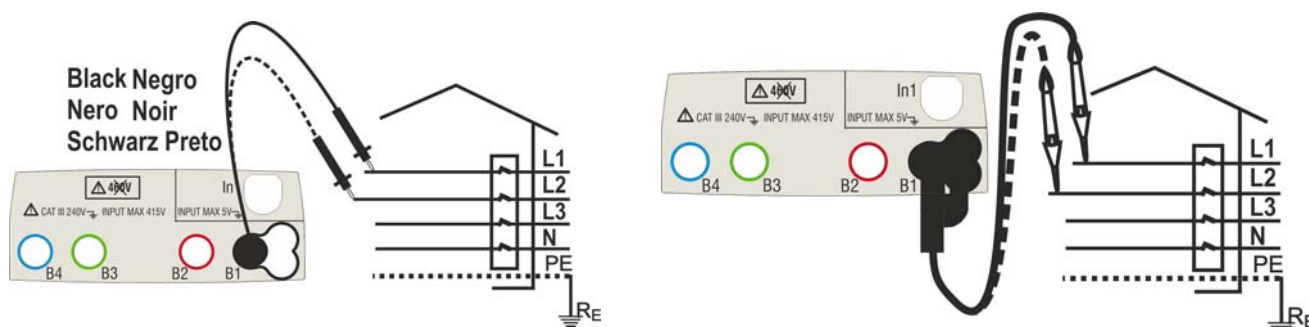
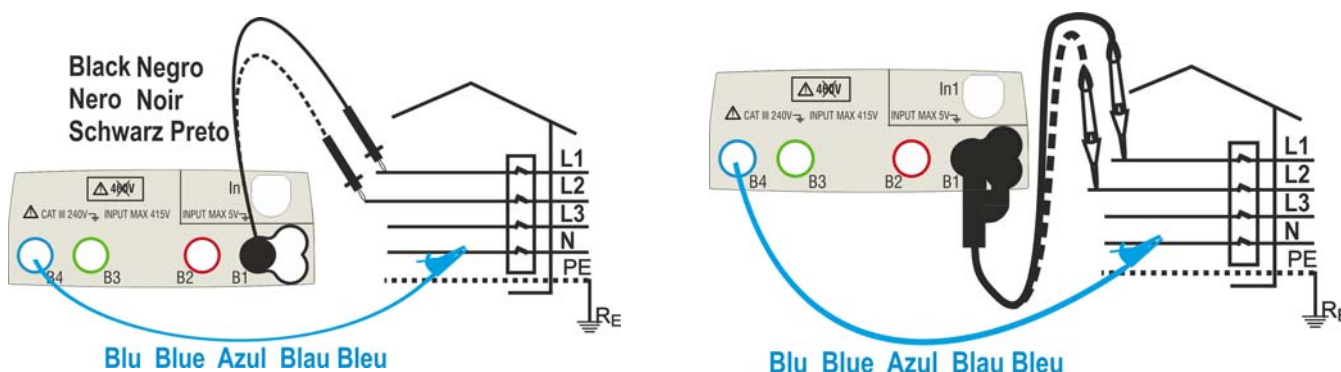

Fig. 22: Verifica del senso ciclico delle fasi 1T con terminale e puntale remoto
Fig. 23: Verifica del senso ciclico delle fasi 2T con terminale e puntale remoto
3. Inserire i connettori blu e nero dei cavi singoli nei corrispondenti terminali di ingresso dello strumento B4, B1 (misura 2T). Inserire all'estremità dei cavi rimasta libera i corrispondenti coccodrilli o puntali. Eventualmente utilizzare il puntale remoto inserendone il connettore multipolare nel terminale di ingresso B1. Connettere i coccodrilli, puntali o il puntale remoto alla fase L1 e N in accordo alle Fig. 22 e Fig. 23
In queste condizioni connettere i coccodrilli, puntali o il puntale remoto alla fase L2 e N in accordo alle Fig. 22 e Fig. 23